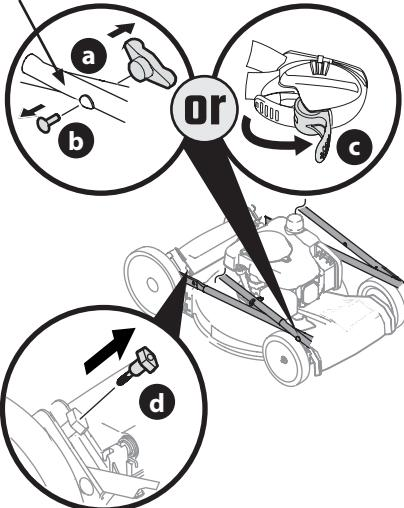

Figure 6
1. Retirez les boutons étoile ou les écrous papillon (a) et les boulons de carrosserie (b) du guidon. Passez à l'étape 2 si le guidon est doté de loquets (c) (Figure 6).
2. Retirez les boulons à oreilles (d) des supports du guidon (Figure 6).